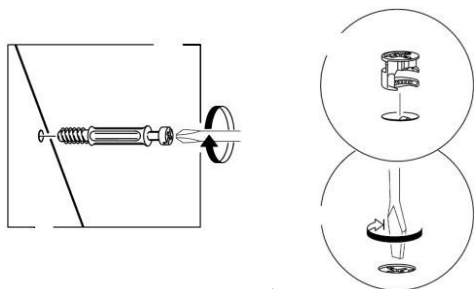

Рис. 1
1. В боковые стенки (94), (95), нижний щит (97), заднюю стенку (102), горизонтальные щиты (98), (99), (100) в имеющиеся отверстия установить эксцентрики Rastex 15\16, таким образом, чтобы стрелка была повернута в сторону отверстия в торце.
2. В установленные муфты эксцентриковых стяжек на боковых стенках (94), (95), крышке (96) ввернуть дюбели DU644, в соседние отверстия установить шканты (рис.1 и схема сборки).